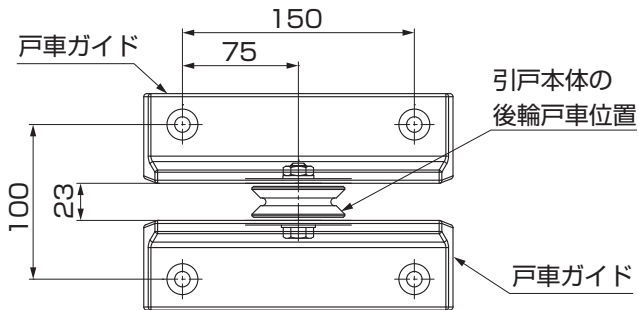

図9-2
②引戸本体を閉めた状態で、複連本体Aの後輪・複連本体Bの前輪の各サイドに戸車ガイドを位置合わせしてください。(図9-2参照)